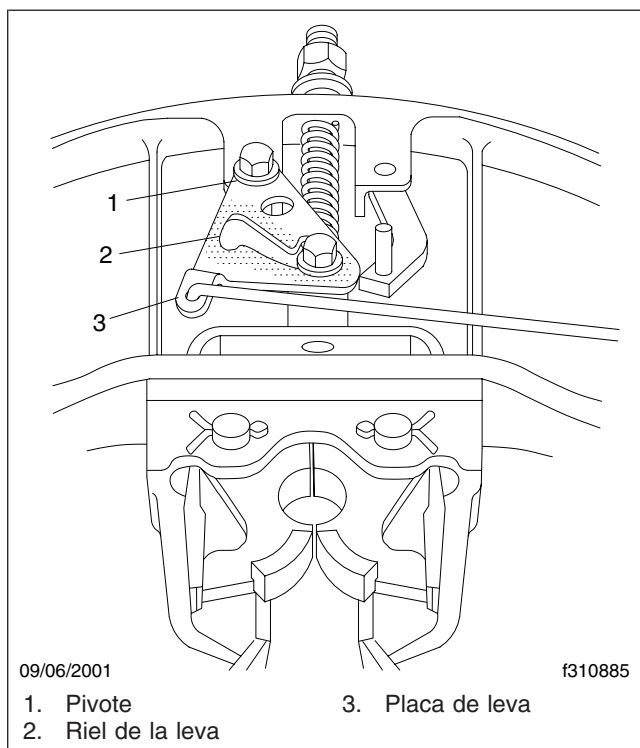

Figura 7, Placa de la leva de la quinta rueda Holland
2. Usando un aceite ligero o diésel, lubrique el pivote y el riel de la leva. Vea la Figura 7.